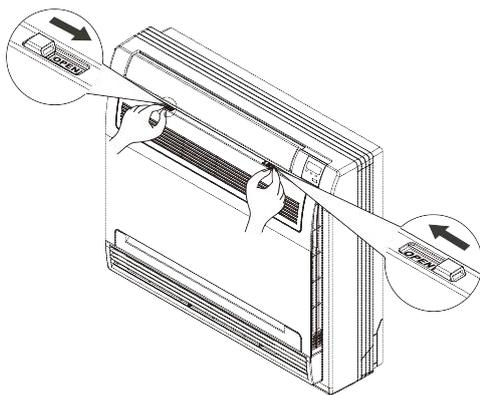

Abb. F1
1. Öffnen Sie die Frontblende. (Siehe Abb. F1)